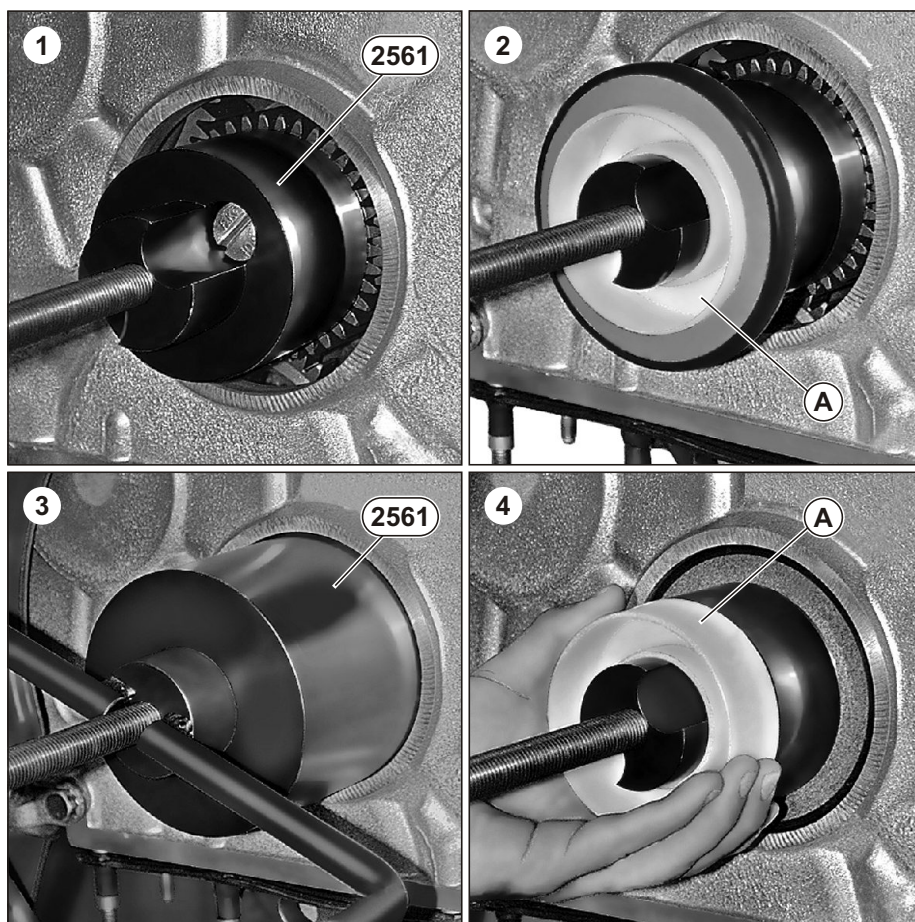

Рис. 111. Последовательность установки манжеты вала коленчатого передней.
1. Установить приспособление 2561 (см. Рис. 111).